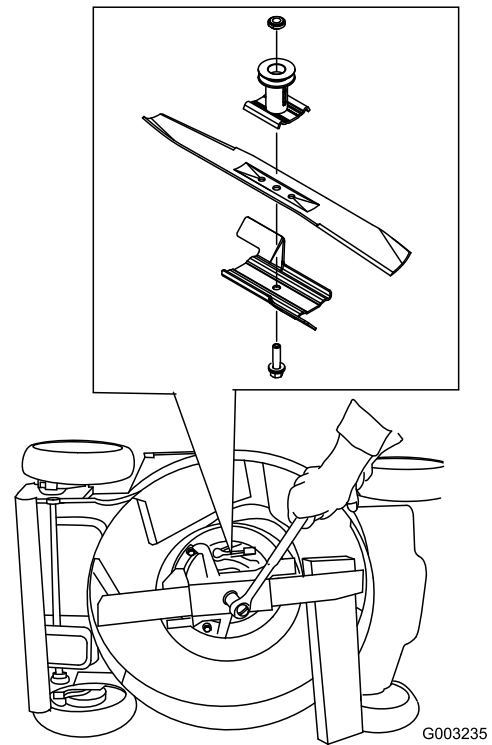

Bild 43
3. Stabilisieren Sie das Messer mit einem Holzblock (Bild 43).